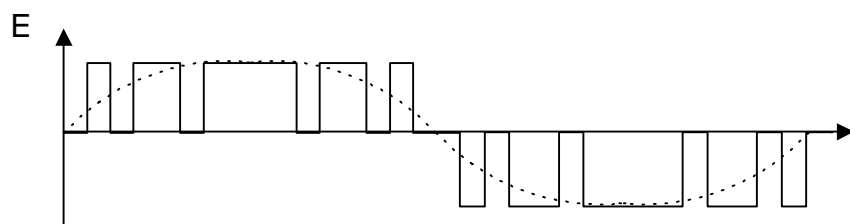

FIGURE 5.4 FORME D'ONDE À MODULATION DE LARGEUR D'IMPULSION
- **Onduleurs à modulation d'impulsion (PWM)¹** (Figure 5.4). L'onde de sortie est formée de trains d'impulsions positifs et négatifs, de largeur et d'espacement variable. La résultante de la forme de sortie se rapproche d'une sinusoïde.